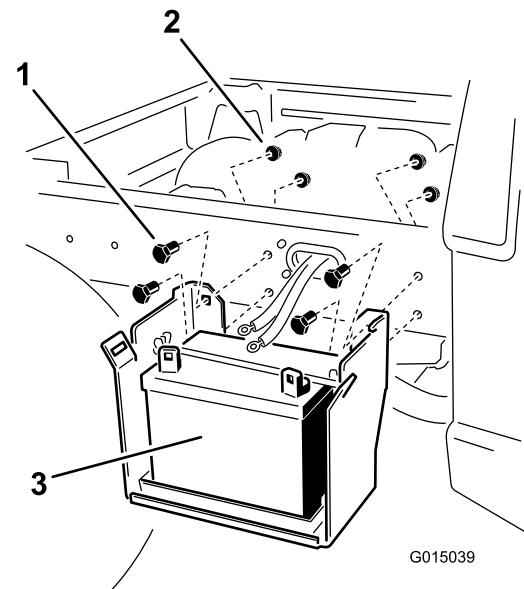

Figure 5
4. Retirez les fixations qui maintiennent la batterie et le support sur le châssis de la machine (Figure 5).